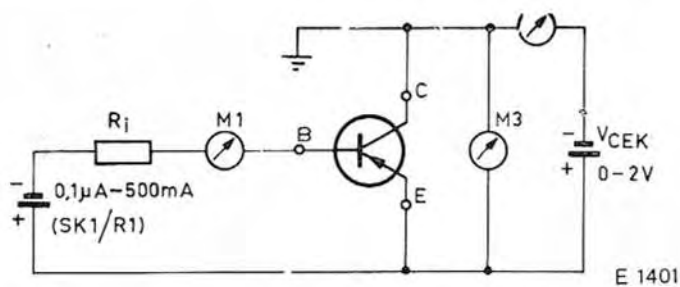

Fig. 26. Schéma pour la mesure de la tension de coude V_{CEK}
G. MESURE DE LA TENSION DE COUDE V_{CEK} (fig. 26)